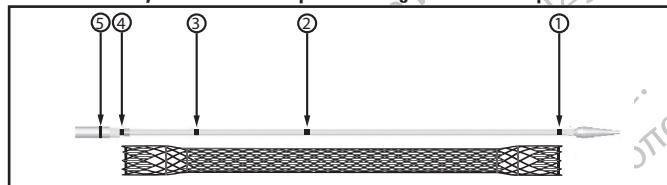
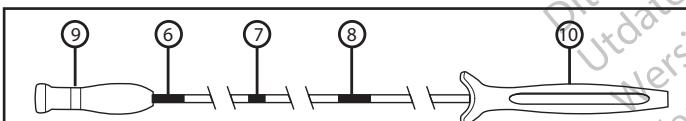

Figure 2. Système d'insertion et repères radio-opaques (RO)
Figure 3. Système de mise en place, repères visuels et poignées
Sur la poignée du système de mise en place, trois repères visuels facilitent le positionnement du stent sous contrôle endoscopique (Figure 3). Le repère visuel le plus distal indique la compression complète du stent dans le système de mise en place (Figure 3, n°6), un autre repère visuel indique le déploiement à 50 % du stent (point médian) (Figure 3, n°7) et le repère visuel le plus proximal indique le point auquel toute compression supplémentaire du stent n'est plus possible (Figure 3, n°8).
Cinq repères radio-opaques (RO) facilitent le déploiement du stent sous radioscopie (Figure 2). Les deux repères RO situés sur le tube interne du système de mise en place permettent de repérer les extrémités du stent comprimé (Figure 2, n°1 et n°4). Deux autres repères RO sont positionnés entre ces repères RO. Un repère RO indique le point médian du stent (Figure 2, n°2). Un repère RO sur le tube interne indique le point auquel toute compression supplémentaire du stent n'est plus possible (Figure 2, n°3). Le cinquième repère RO visible à l'extrémité antérieure du tube externe indique le niveau de déploiement du stent (Figure 2, n°5).
Lors de l'utilisation du guidage radioscopique, mettre le stent en place de manière à ce que le repère 2 (figure 2) soit au centre de la tumeur ou de la fistule. Dans cette position, le stent couvre correctement la tumeur.
Commencez le déploiement du stent en maintenant d'une main la poignée distale (la plus éloignée de l'utilisateur, Figure 3 n°9) du système de mise en place ; de l'autre main, saisissez la poignée proximale (la plus proche de l'utilisateur, Figure 3 n°10) et maintenez-la dans une position fixe. Un segment comportant des repères visuels se trouve entre ces poignées. Ces repères sont conçus pour faciliter le déploiement du stent. Avant de déployer le stent, vous pouvez voir un repère au niveau de la position entièrement comprimée/non déployée du stent (Figure 3 n°5).
Pour pouvoir déployer le stent, tenez la poignée distale (la plus éloignée de l'utilisateur, Figure 3 n°9) d'une main et, de l'autre main, la poignée proximale (la plus proche de l'utilisateur, Figure 3 n°10). Pour déployer le stent, tirez lentement la poignée distale vers la poignée proximale, tout en maintenant la poignée proximale dans une position fixe. Surveillez la libération du stent par radioscopie et/ou endoscopie, en gardant les repères situés sur le système de mise en place entre les bords de la sténose déterminés au préalable. Si nécessaire, il est possible d'arrêter le déploiement et d'ajuster la position du stent en direction proximale sans compression supplémentaire de celui-ci avant d'arriver au repère de fin de compression (Figure 3 n°8). Si la position du stent est satisfaisante, procédez au déploiement complet.
- Le stent peut être comprimé une nouvelle fois à tout moment jusqu'aux repères de fin de compression (repère radio-opaque Figure 2 n° 3 et repère visuel Figure 3 n° 8).
Remarque : le stent est complètement comprimé lorsque le repère visuel (Figure 3, n° 6) est entièrement visible.
C. Remettre le tube externe du système de mise en place dans sa gaine en poussant la poignée distale (Figure 3 n°9) loin de l'opérateur. Retirer lentement le système d'insertion et le guide.